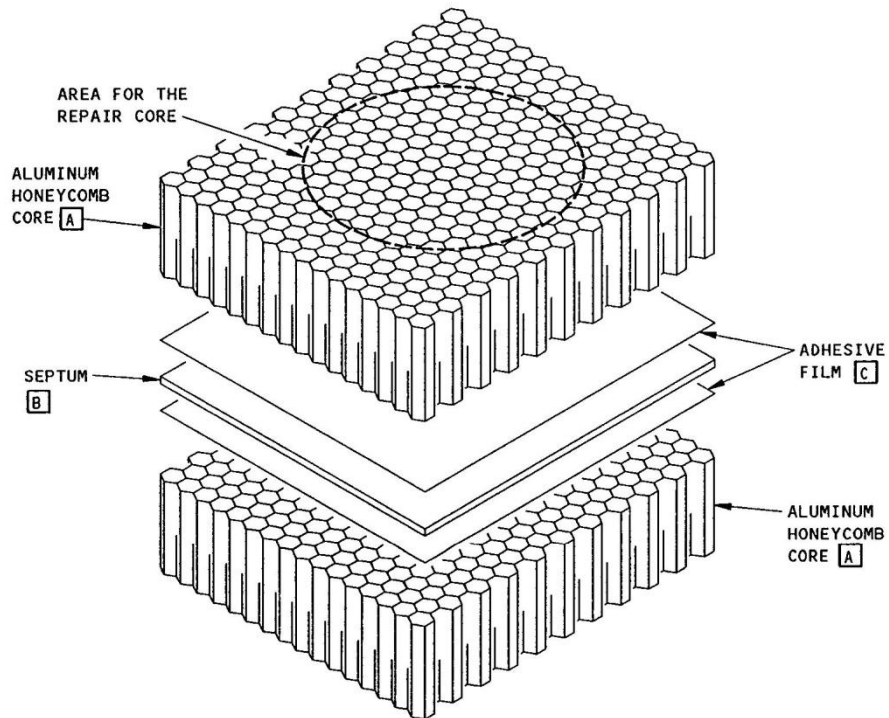

Figura 2.24. Diagrama del Core Blanket de Aluminio.
- 6) Hacer un *core blanket* y un *septum* de aluminio tal como se muestra en la Figura 2.24. Se debe aplicar una capa de conversión química y primer epóxico al *septum*.
- 8) Pegar el *septum* a las dos láminas de *honeycomb* como indica la Figura 2.24.